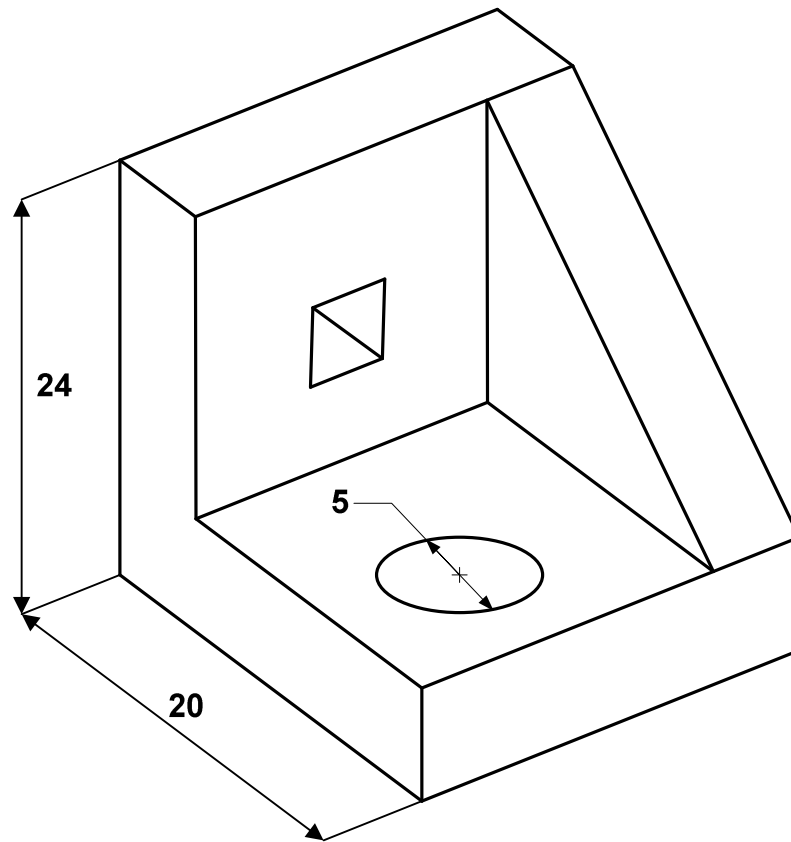

Figura 1.
- 1) En la figura 1, se presenta el isométrico de una pieza. Elabore la proyección ortogonal en formato A4, según la norma ISO A. Dibuje las vistas necesarias y acote las medidas que estime necesarias. Use la escala que considere conveniente.